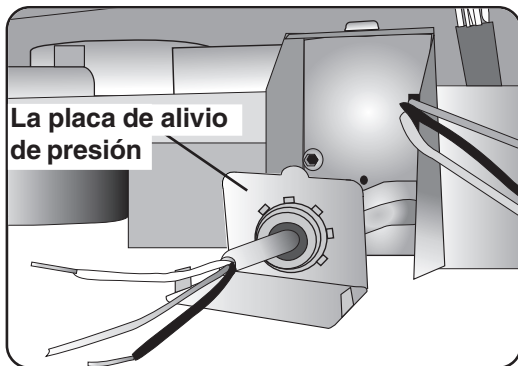

Ilustración 28
- 2** Corra el cable de alimentación eléctrica a través del alivio de presión, como muestra la **Ilustración 28**. Permita que de 3 a 4 pulgadas (de 7.5 cm a 10 cm) de cable aislado se pasen de la placa de alivio de presión.